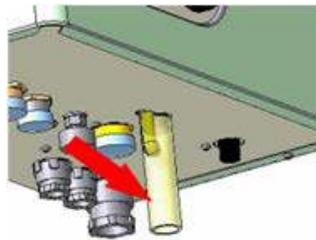

Рис. 3 Патрубок предохранительного клапана
5.9 Патрубок предохранительного клапана (рис.3) необходимо соединить с канализационной системой. Завод-производитель не несет ответственность за убытки, вызванные срабатыванием предохранительного клапана при отсутствии смонтированного слива.